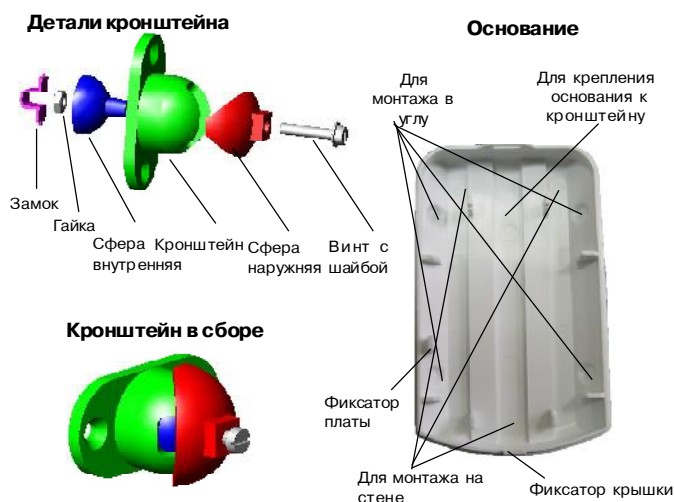

Рис. 3. Основание извещателя и кронштейн
- Снимите крышку извещателя, отжав при помощи отвертки фиксатор, расположенный в нижней части основания извещателя (рис. 3).